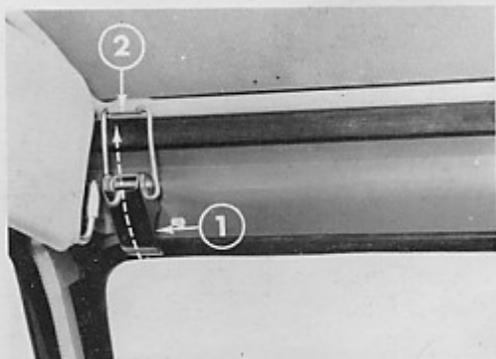

Fig. 24-Apertura della cappotta
- Tirare le levette (fig. 24-rif. 1) per disimpegnare gli anelli dai ganci di ritegno (rif. 2).
- Immobilizzare il telaio pieghevole fissandolo tramite le levette (**fig. 24 - rif. 1**).